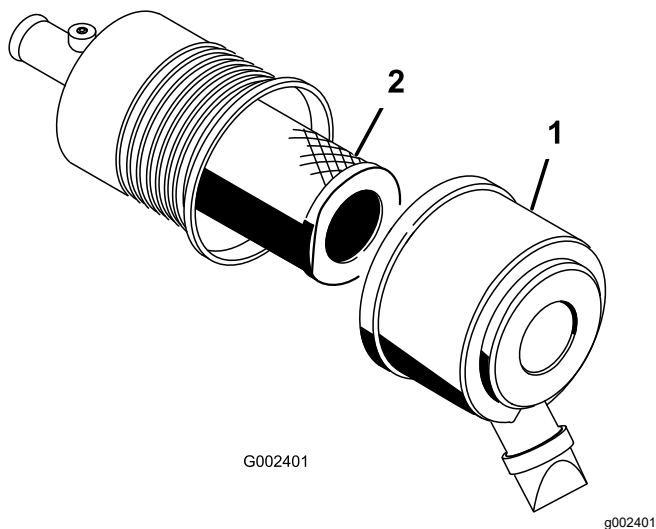

Figura 43
1. Rilasciate i dispositivi di fermo del filtro dell'aria e togliete il coperchio dal corpo del filtro (Figura 43).
3. Estraete con cautela il filtro dal corpo del filtro dell'aria (Figura 43).
5. Montate con cautela il filtro sul tubo del corpo (Figura 43).
6. Montate il coperchio del filtro dell'aria con il lato rivolto in alto, quindi fissate i dispositivi di fermo (Figura 43).